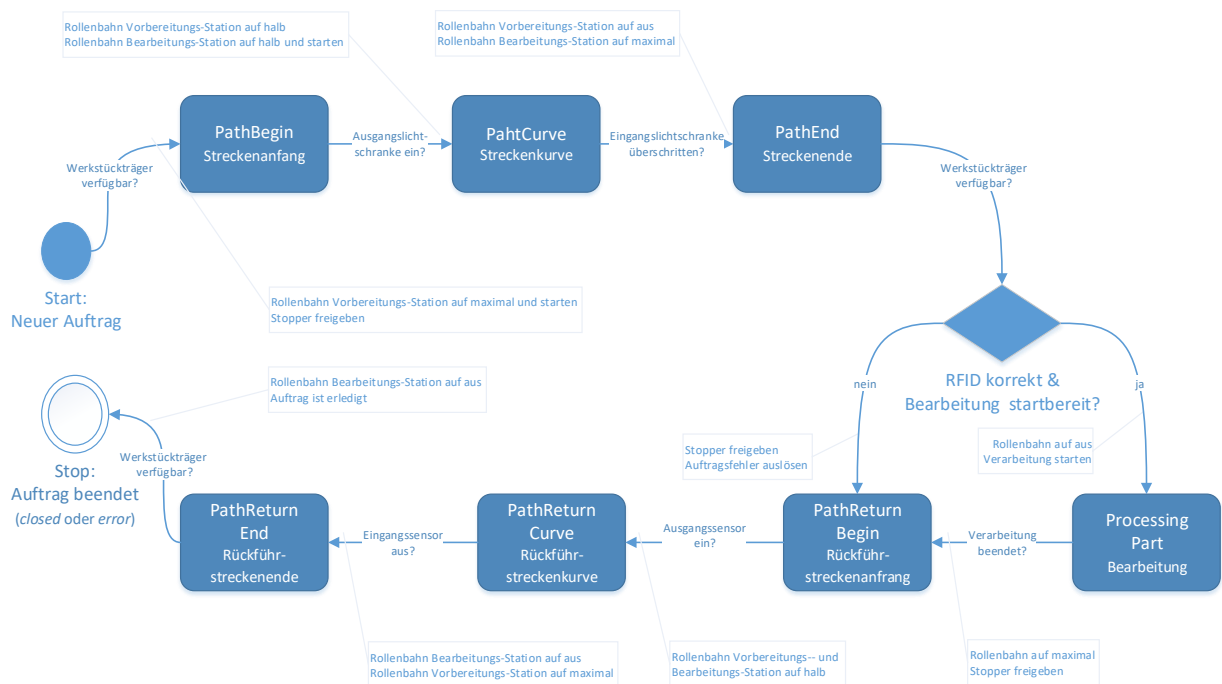

Abbildung 22 Zustandsautomat Mapp
- Öffnen Sie die Klasse `MAppModel` und navigieren Sie zur Methode `processOrder`: Diese Methode bildet den in Abbildung 22 beschriebenen Zustandsautomaten für MApp ab.
- Studieren Sie in Abbildung 22 den Ablauf des Zustandsautomaten und implementieren Sie möglichen Zustände, wobei `doStart` und `doStop` schon finalisiert sind.